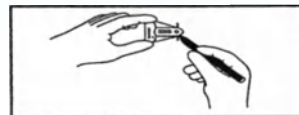

FIGURA 8
- Quando il magnete del MAGNA-FINDER® è perpendicolare alla sua base, contrassegnare il tessuto con un pennarello chirurgico a livello delle due tacche poste sulla base del MAGNA-FINDER®. La linea tra questi due segni indica la posizione su un piano, come illustrato nella Figura 8. Il MAGNA-SITE® si troverà in un punto di questo piano.